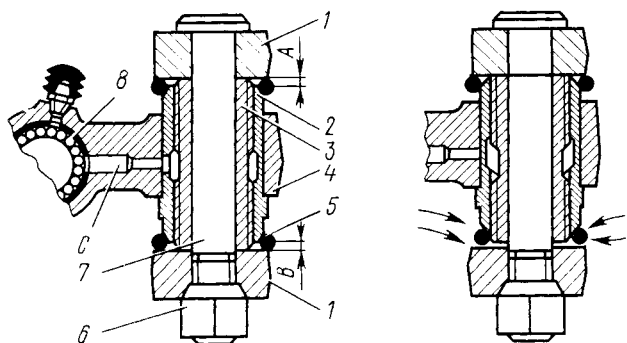

Рис. 136. Шарнирное соединение нижнего конца стойки:
резьбовая втулка 2 (рис. 136) запрессована в головку 4 стойки, а внутренняя распорная 3 зажата между головками рычагов, стянутых пальцем 7 с гайкой 6. Между торцами резьбовой втулки и торцами верхних и нижних рычагов имеются зазоры А и В, которые необходимы для вращения резьбовой втулки по распорной при качании подвески. Зазоры А и В должны быть одинаковыми. От попадания грязи через этот зазор втулки защищены резиновыми кольцами 5 круглого сечения.
Следует обратить особое внимание на подтяжку гаек 6 (см. рис. 136) пальцев, особенно во время обкатки и при первых 10 000 км пробега. Головки рычагов стягиваются гайкой до упора в резьбовую распорную втулку. При этом распорная резьбовая втулка, по отношению к пальцу, остается неподвижной. Однако, в процессе эксплуатации автомобиля затяжка пальцев может ослабнуть по разным причинам.
В результате ослабления затяжки внутренняя резьбовая втулка вывертывается из наружной до тех пор, пока наружная резьбовая втулка не упрется своим торцом в головку рычага (см. рис. 136 справа). Подвеску может заклинить и она становится жесткой. Начинается износ торцов головок рычагов, втулок и резьбовых пальцев. Этот износ может сопровождаться скрипом.
Смазать рекомендованной смазкой и вернуть резьбовые втулки так, чтобы разница между размерами А и В не превышала 0,8 мм (см. рис. 136 слева), установить стойку со втулками между головками рычагов. Проверить снова разницу между размерами А и В, так как во время установки она может быть нарушена, если необходимо откорректировать положение втулки, затянуть гайки моментом 12–20 даН·м (12–20 кгс·м) и установить защитные кольца.
- проверить зазоры А и В (см. рис. 136) между резьбовыми втулками и рычагами верхних и нижних головок стойки, для чего очистить шарниры от грязи и оттянуть защитные резиновые кольца. В случае, если один из размеров будет менее 1 мм, положение втулок отрегулировать и затянуть гайки пальцев моментом 12 — 20 даН·м (12 — 20 кгс·м).